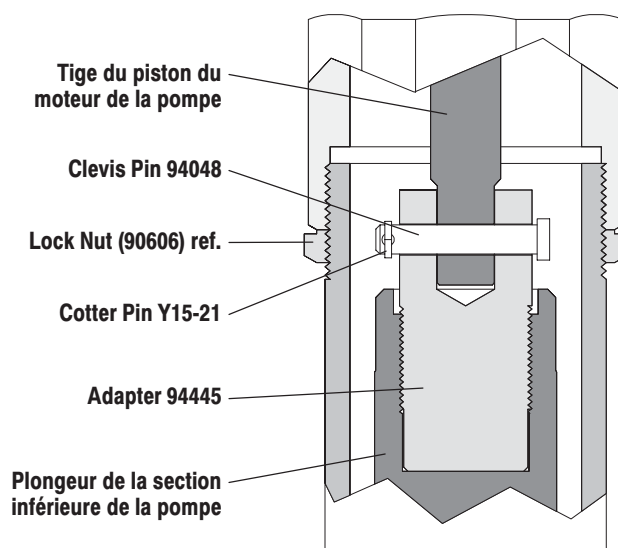

FIGURE 2
1. Desserrer le contre-écrou (90606) et dévisser la pompe du moteur pneumatique pour donner accès à l'adaptateur (94445) (voir la figure 2).